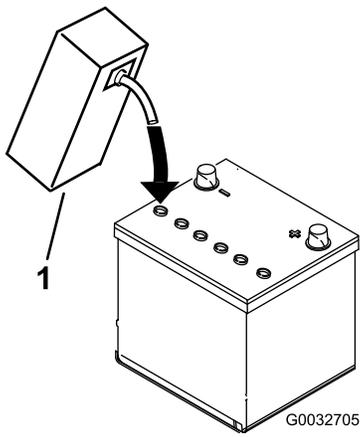

图6
3. 小心为每个电池注入电解液，直到电池极板被大约 6mm 的液体覆盖（图6）。
- 等待约 20 至 30 分钟，以便电解液渗透到极板内。必要时加注电解液，使电解液保持在加注井底部约 6mm 范围内（图6）。